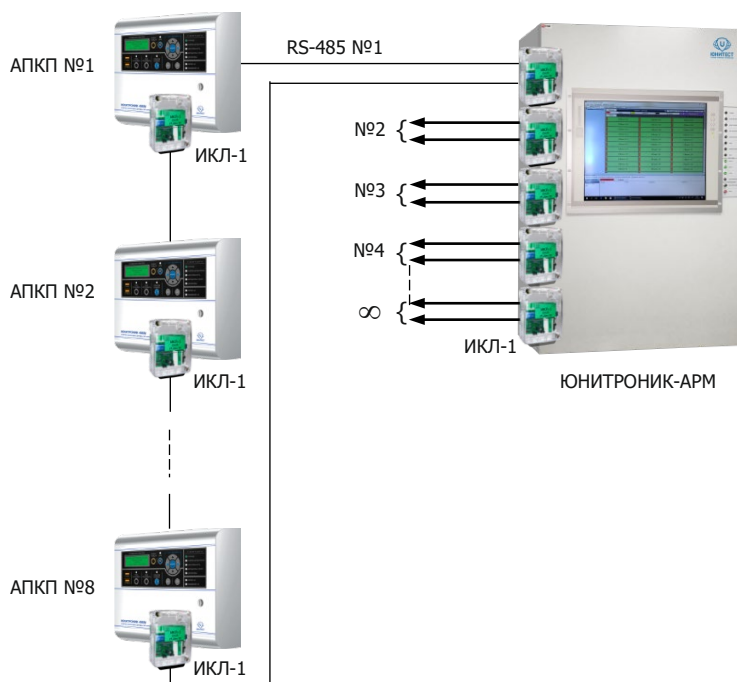

Рис.7. Управление сетью АПКП с помощью пульта «Юнитроник-АРМ».
ный дисплей с защитой от электростатических и электромагнитных импульсов (рис.7). «Юнитроник-АРМ» также сертифицирован по пожарной безопасности.
1. Для управления исполнительными устройствами, общими для двух групп УПА (например, сиреной), управляющему модулю могут быть заданы два условия срабатывания реле. На рис.7 дан пример программирования модулей, управляющих вентиляторами дымоудаления и вентилятором подпора воздуха в лифтовом холле, общем для двух секций жилого дома.